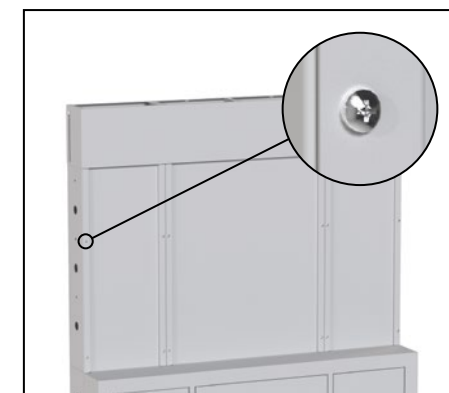

Рис. 71
7.3. Установите на верхний модуль СБ (1) 2 шт. – панель 300 верхняя (7) и панель 600 верхняя (6) завернуть 12 винтов М4х16 (рис. 71).